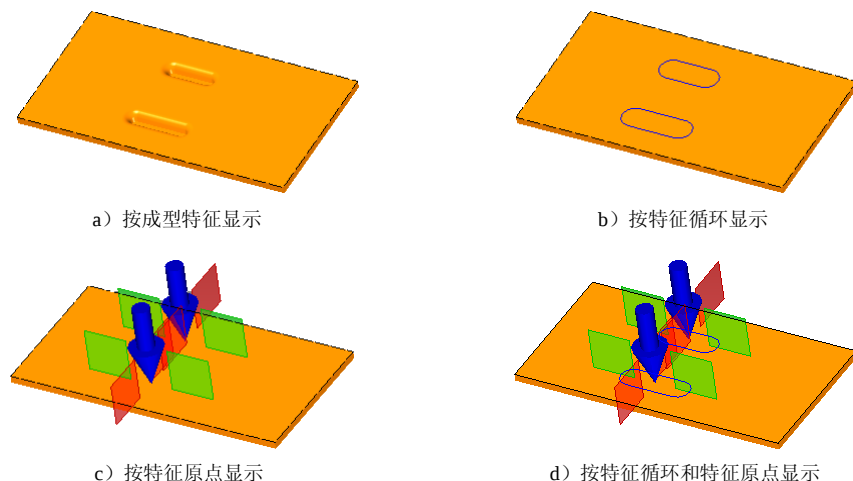

图 6.3.3 成型特征显示
- ☑ **外侧拐角处理 (Q)** 选项：用于设置钣金外侧的拐角形状。其中包括 **无**、**倒斜角**、**半径** 三种处理方式。
- ☑ **外部值 (V)** 文本框：用于设置钣金外部拐角处理时的值。此文本框仅当外侧拐角处理方式为 **倒斜角** 和 **半径** 时才可用。
- ☑ **成形特征显示** 区域: 用于设置钣金成型特征在展平图样中的显示样式, 主要有四种显示样式, 如图 6.3.3 所示。